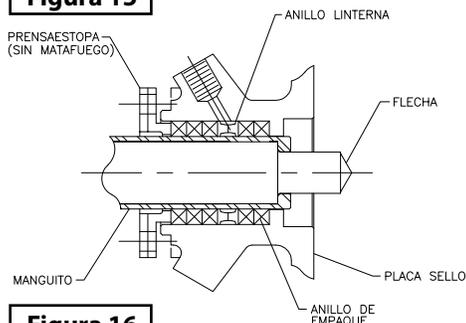

Figura 16
4. El arreglo debe ser el de los anillos de empaque en el fondo de la cámara, un anillo linterna intermedio y tres anillos de empaque al final, para después instalar el prensaestopas (vea la figura 16).